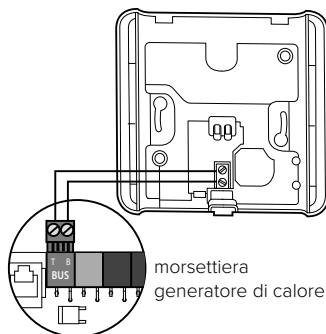

Fig. 13
- Collegare i cavi del Sensore Ambiente al morsetto BUS nella morsetteria dedicata del generatore di calore (fig.13).